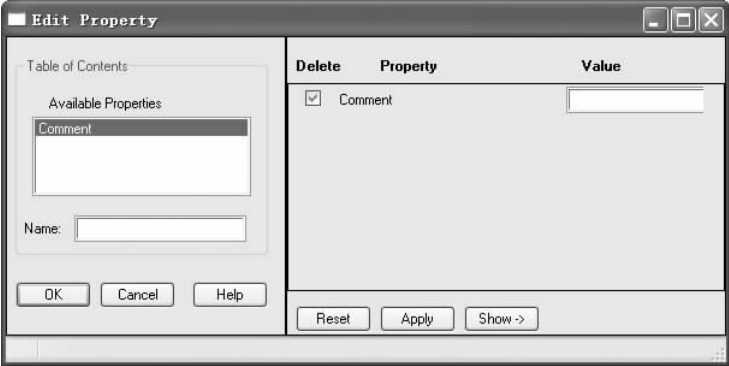
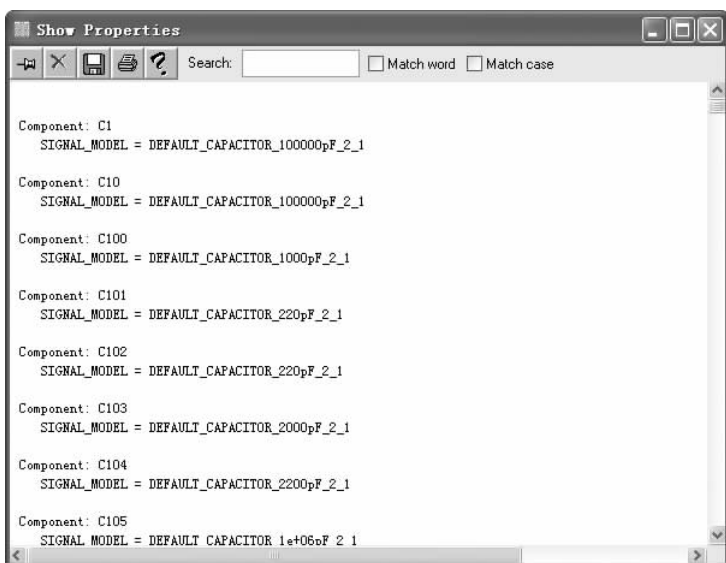

图 12-22 “Edit Property（编辑属性）”对话框
图 12-23 “Show Properties”（显示属性）窗口
2) 单击 **Apply** 按钮，弹出“Edit Property（编辑属性）”对话框，对所列出的相关属性进行编辑，对参数值进行设置，如图 12-22 所示，同时会弹出“Show Properties（显示属性）”对话框，窗口中列出了所应用的相关属性，如图 12-23 所示。